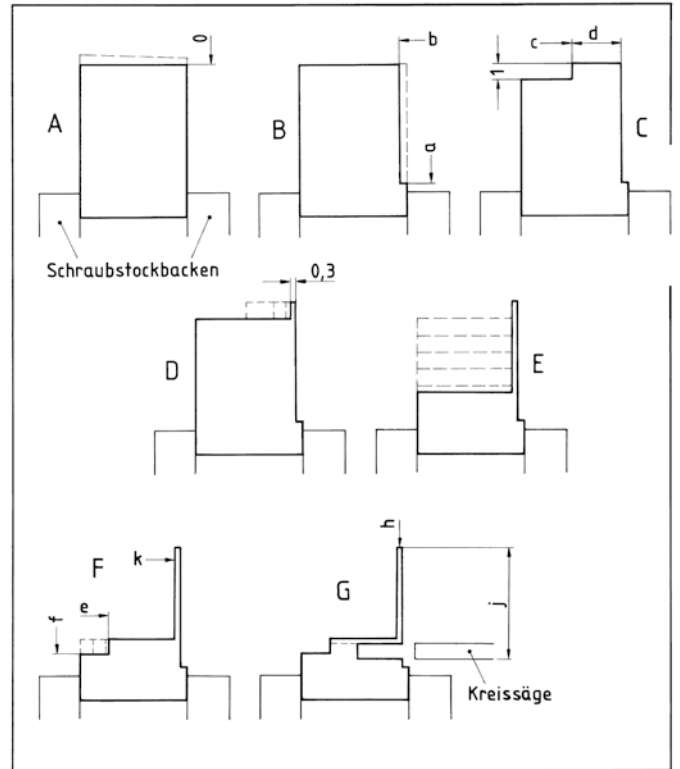

Abb. 11) Hier sind die nötigen Arbeitsschritte für das Fräsen eines L-Profiles aufgezeigt
Abb. 11 zeigt die nötigen Arbeitsgänge. Bei A ist die obere Fläche sparsam überfräst und gleichzeitig der Höhensupport als „Höhenstart“ genullt (0). Dabei würde gleichzeitig ein schräg abgesägtes Materialstück begradigt. Bei B wurde der Fräser bis knapp an die Schraubstock-Backe gesenkt (a) und die rechte Seite ebenfalls sparsam überfräst (b). Bei C ist der Fräser vom „Höhenstart“ nur 1 mm gesenkt und in Anfahrriichtung etwa auf halbe Breite eingestellt. Den Skalen-Wert bei (c) notiere ich. Ich messe die Breite von (d). Davon ziehe ich 0,3 mm ab und habe so den Wert, um den ich den Support bei den nächsten Fräsdurchgängen weiterschieben muss. Das Profil sieht nun nach D aus, die Breite 0,3 mm ist (1 mm hoch) erreicht. Eine nur 1 mm hohe und 0,3 mm dicke Wand verbiegt sich nicht. (Will ich eine 0,2 mm dicke Wand haben, so kann ich bei C nur vielleicht 0,6 statt 1 mm tiefer gehen.) In vier weiteren Fräsdurchgängen je 1 mm und einen mit 0,5 mm Tiefenzustellung habe ich die Solltiefe 5,5 mm erreicht (E). Die dünne Wand (0,3 mm) sollte gerade stehen – wenn der Fräser scharf ist. Um die Breite des kurzen Schenkels zu fräsen, wird der Fräser weit nach links zurückgezogen und in Anfahrriichtung bis zu (e) neu zugestellt (F). Auch das möglichst, wie in meiner Zeichnung
Beim Fräsen eines Rahmens folgen die Arbeitsgänge wie in Abb. 11 gezeigt – nur viermal reihum in vier verschiedenen Anfahrrichtungen. Ein Materialstück wird ausreichend weit ausragend im Schraubstock gespannt. Will ich mehrere Rahmen fräsen, sehr weit. Zuerst überfräse ich die vordere und die rechte Außenseite sparsam und nulle die Supporte. Diese Nullungen bleiben bis zum Absägen des Rahmens unverändert bestehen. Schon bei diesen Spänen wird der Fräser für das Gleichlaufräsen in den Richtungen (a) und (b) bewegt. Das Fräsen in Uhrzeigerrichtung wird für die Herstellung der Außenmaße fortgesetzt (c) und (d) sowie auch diese Anfahr-Skalen-Werte werden notiert. Wichtig ist, dass man an den Ecken zuerst etwas weiter als nötig fährt (a), danach, um den toten Gang auszuschalten, in der neuen Anfahrrichtung auf die Kante (hier Y) zurückkurbelt (b). Das wiederholt sich an jeder Ecke. Die Außenkontur wird in Höhe des Rahmens plus Säge-Dicke plus ein paar Zehntel mehr gefräst.